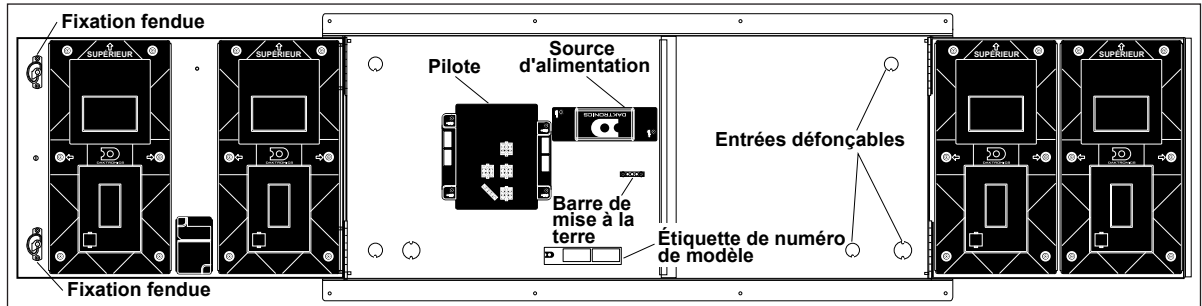

Figure 6: Emplacements des composants internes
Remarque : Le numéro de modèle est indiqué sur une étiquette située à l'intérieur de l'afficheur. Voir **Figure 6** pour l'emplacement approximatif de l'étiquette.
4. Le pilote et la(les) prise(s) d'alimentation sont reliés à l'intérieur de l'armoire à la cloison arrière de l'afficheur, et leurs emplacements varient selon la taille de l'afficheur. Voir **Figure 6** pour l'emplacement approximatif des composants.